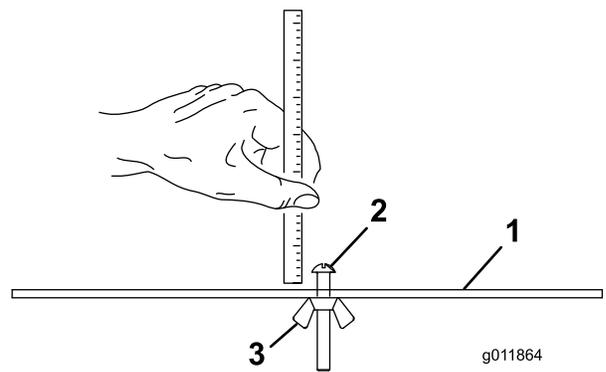

Figura 15
2. Afloje la tuerca de la barra de ajuste (Figura 15) y ajuste el perno a la altura de corte deseada.